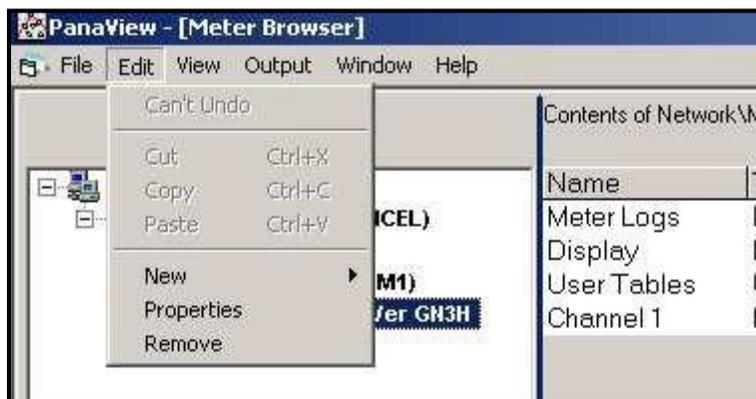

Figura 25: A opção Properties do menu Edit
2. Abra o menu "Edit" e selecione a opção "Properties", como mostrado na Figura 25 a seguir.